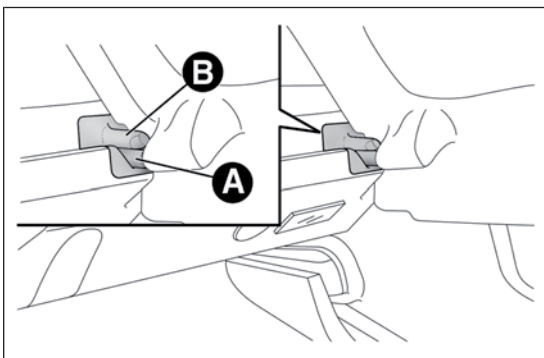

РИС. 65
- освободите штыри А РИС. 65 с наружных сторон полки из гнезд В в боковых опорах, выньте заднюю полку, потянув ее наружу;